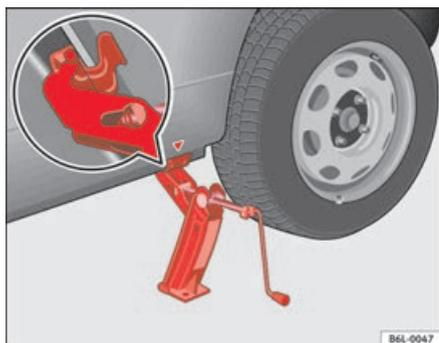

Fig. 144 Mise en place du cric
- Positionnez le cric de sorte que son crochet entoure le nerf du longeron inférieur et que la plaque mobile de sa base soit appuyée bien à plat sur le sol ⇒ page 217, fig. 144.